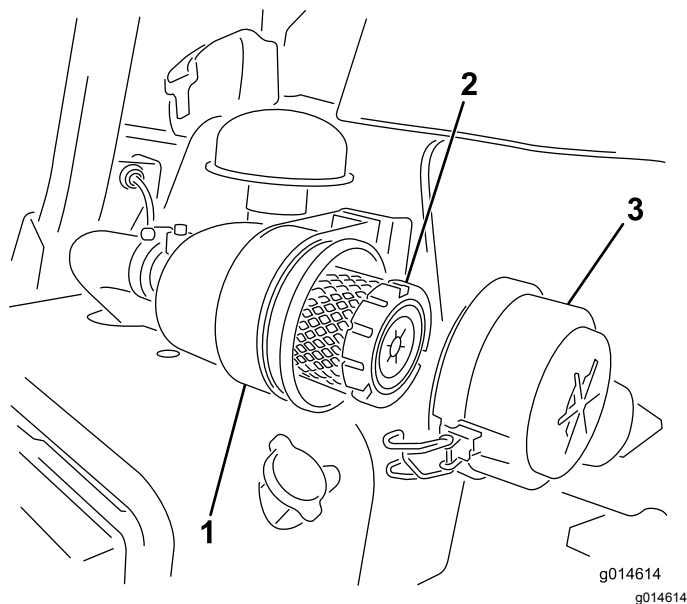

Figura 42
1. Rilasciate i fermi che fissano il coperchio del filtro dell'aria al relativo corpo (Figura 42).
6. Fissate i fermi (Figura 42).